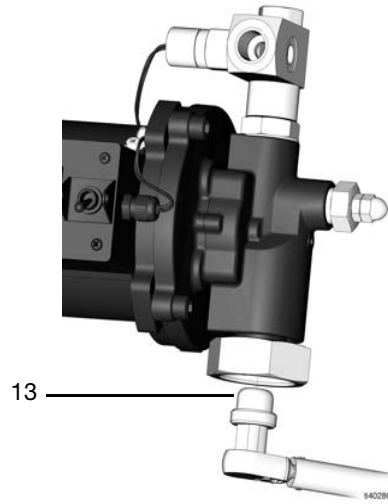

FIG. 10
7. Retirez le filtre d'aspiration (13) à l'aide d'une clé Allen de 19 mm de l'entrée de la pompe (FIG. 10).
1. Placez le filtre d'aspiration (13) dans l'entrée de la pompe, en utilisant une clé Allen de 19 mm (serrez au couple 40,7 N•m) (FIG. 10).